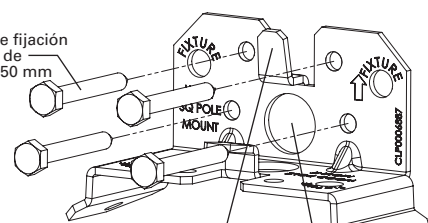

FIG. 2
- **Montaje en polo de madera:** Coloque la superficie del soporte (montaje en polo de madera) contra el polo, con la flecha del soporte apuntando hacia arriba. (FIG. 2)